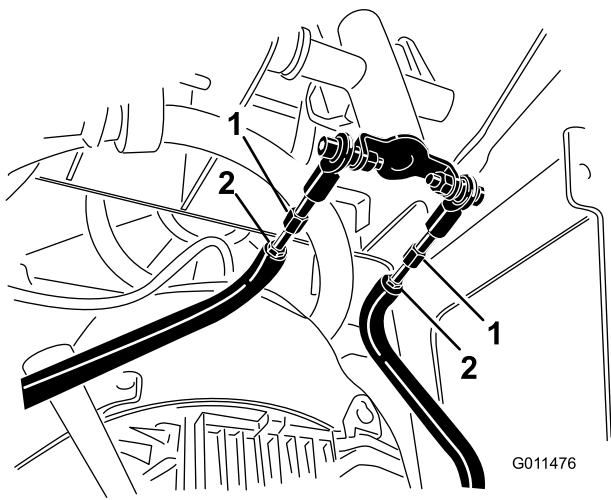

Bild 53
- D. Lösen Sie die Klemmmuttern an den Zugstangen unter dem Armaturenbrett (Bild 53).